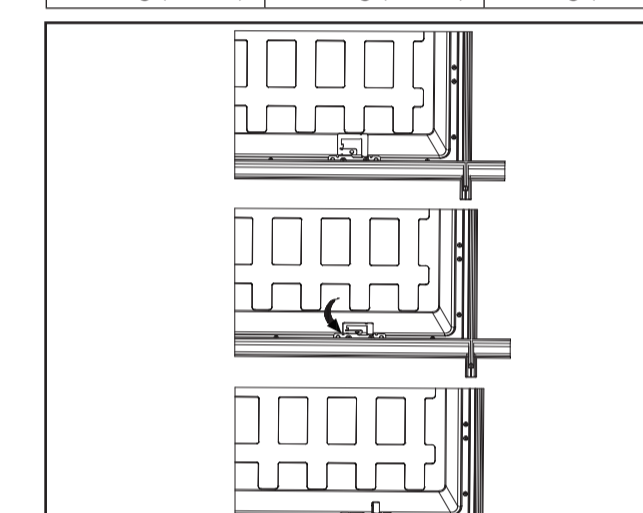

Figure 3.
- Les brides de grille sont fournies afin d'offrir un soutien accru au système de plafond. Orientez les quatre (4) languettes du luminaire sur la GRILLE EN T en plantant les languettes perpendiculairement jusqu'à un angle de 90 degrés vers l'arrière du luminaire. Pliez les languettes des vis à 90 degrés par rapport au clip de la grille, puis à 90 degrés vers le cadre de la GRILLE EN T. Pour une fixation supplémentaire, enfoncez une vis auto-perceuse (fournie par d'autres) à travers la languette de la vis et dans la GRILLE EN T (Fig. 3).